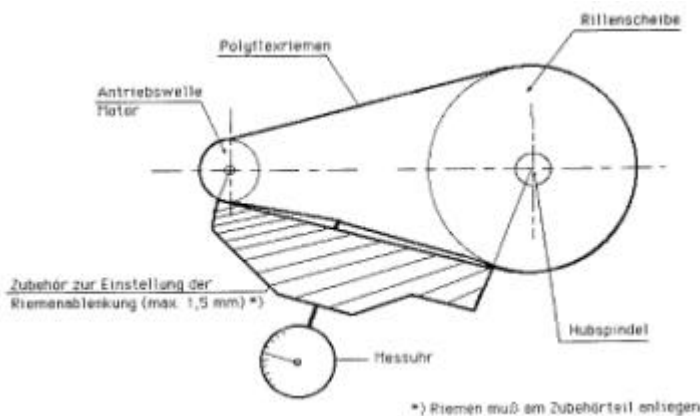

Fig.8: Instrumento de medición
- Colocar el instrumento de medición en la correa polyflex como se puede ver en fig. 8 y 9.